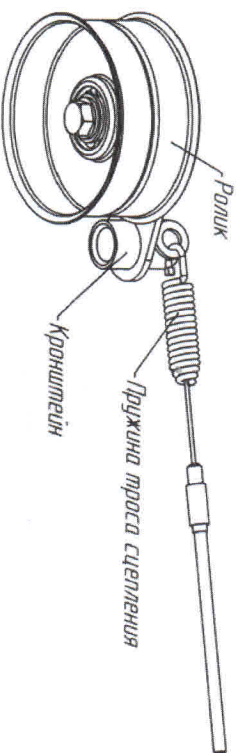

Рис. 6. Схема зацепления троса сцепления с кронштейном (вариант 1)
- зацепите пружину троса сцепления за кольцо на кронштейне, затем заведите оболочку троса с металлическим упором в направляющую и зафиксируйте его в отверстии (рис.6).